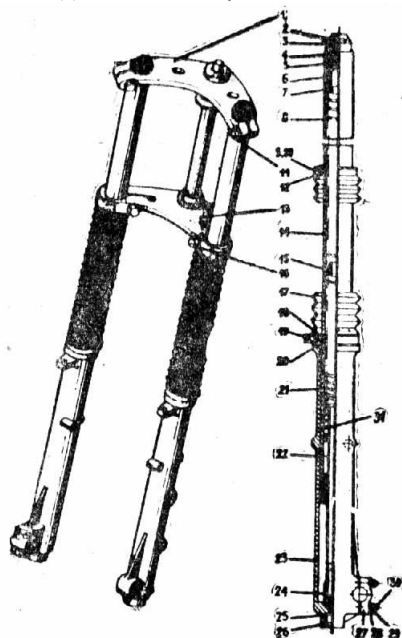

Рис. 19. Подвеска передняя:
5.3.1. Подвеска переднего колеса с дисковым тормозом (рис. 19)